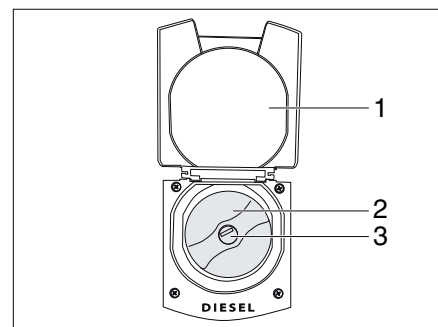

Fig. 37 Tapa de cierre abierta con tubo de llenado de combustible
- Cerrar la tapa de cierre (Fig. 37,1).